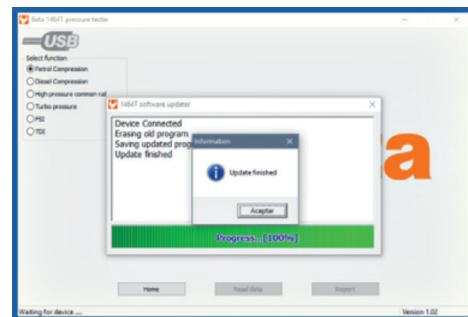

Rys. 5
- Kolejny komunikat (patrz rys. 5) wskaże, aby wyłączyć próbnik, a następnie nacisnąć i przytrzymać przycisk włączania, aż do wykrycia próbnika przez komputer. Na tym etapie jest bardzo ważne, aby trzymać wcisnięty przycisk włączania (przez około 6 sekund), aż do momentu wykrycia próbnika przez komputer w trybie aktualizacji (patrz rys. 6).